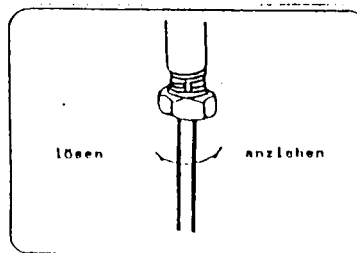

Abb. 10
3. Lösen Sie die Sperrmutter für die Nadel mit dem mitgelieferten Schlüssel (Abb. 10)